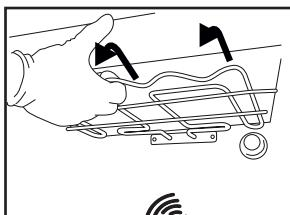
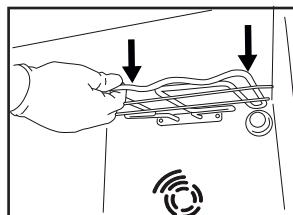

Fig. 1
Fig. 2
- Tërhiqeni pak për jashtë elementin ngrohës (Fig. 1) dhe uleni (Fig. 2).